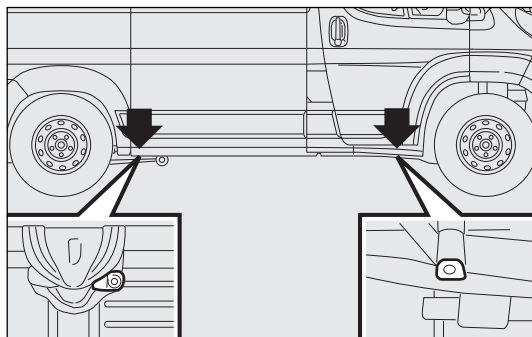
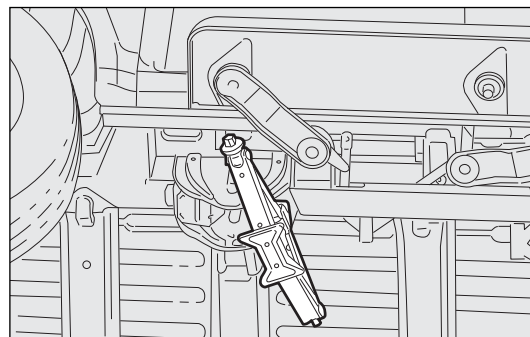

fig. 165
fig. 166
- ☐ colocar el gato a la altura del soporte de elevación más próximo a la rueda que deba cambiarse en los puntos ilustrados en la fig. 165. Para versiones con batalla corta con plataforma retráctil, el gato debe colocarse en el punto de elevación que muestra la fig. 166 orientado (45°) de tal forma que no interfiera con la plataforma retráctil;